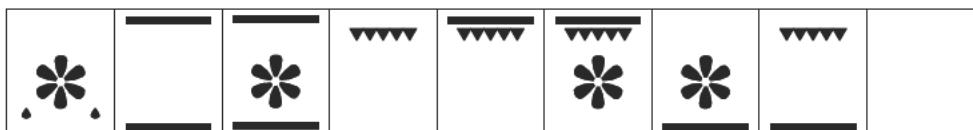

Imagen 5: Modo de función del horno
- En el modo de espera, alterne entre las diferentes funciones girando el interruptor de programación ⑤ de una en una, consulte la imagen 5 para ver el orden. (El ciclo no se repite, la función del horno recordará el último funcionamiento.)